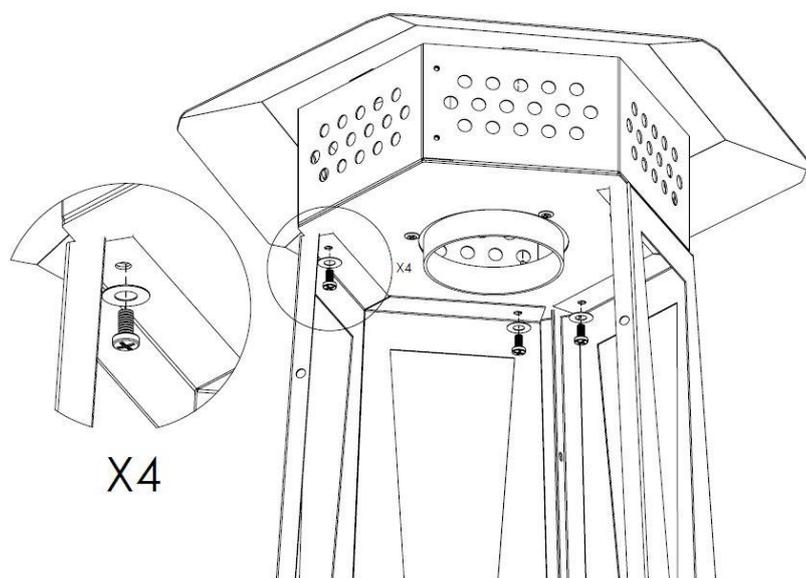

Fig. 8
8. Fixer la cheminée du brûleur (KO) sur les panneaux supérieurs assemblés, à l'aide de 4 boulons M5 (ŚM5) comme sur la figure 8.